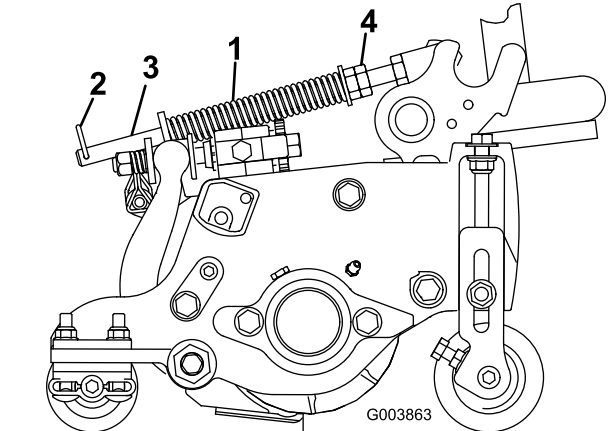

Bild 90
Die Rasenkompensierungsfeder verlagert das Gewicht von der Front- zur Heckrolle (Bild 90). Dies reduziert ein Bobbing genanntes Wellenmuster auf der Grünfläche.
1. Stellen Sie sicher, dass der Splint in das hintere Loch in der Federstange eingesetzt ist (Bild 90).
2. Ziehen Sie die Sechskantmuttern vorne an der Federstange an, bis die zusammengedrückte Länge der Feder an 12,7-cm-Mähwerken 12,7 cm oder an 17,8-cm-Mähwerken 15,9 cm beträgt (Bild 90).